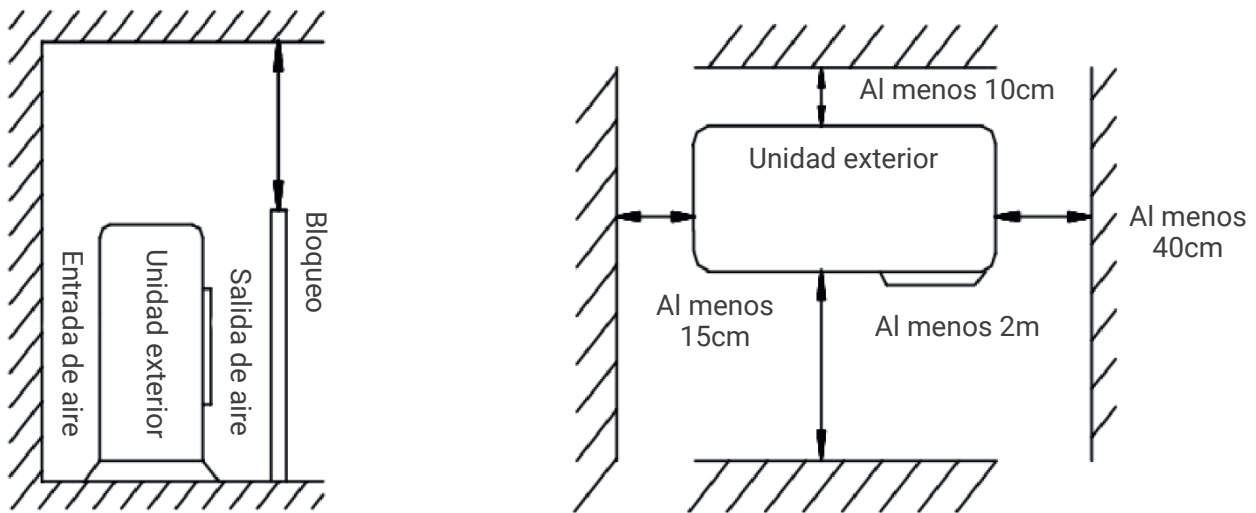

Fig.2
- Se recomienda que la salida sea al aire libre, cualquier obstáculo afectará las actuaciones. La distancia de instalación debe ser la requerida como muestra la Fig. 2.